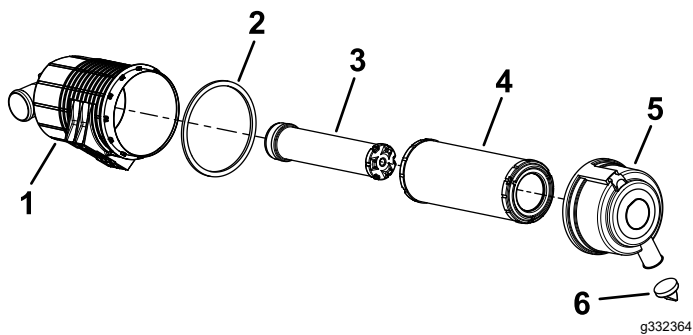

Рисунок 35
5. Виконуйте обслуговування повітряного фільтра та захисний елемент при наявності попереджувального сигналу (Рисунок 35).